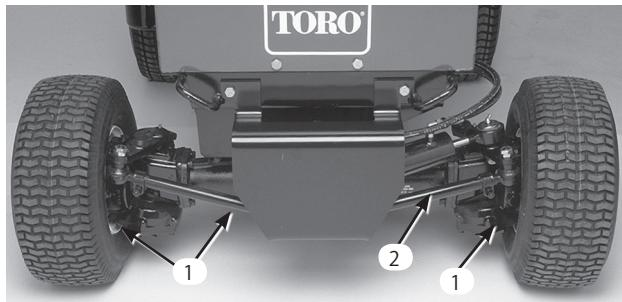

図63
2. ドレン・プラグ(図63: 3か所: 左右端部に各1個、中央に1個)の周囲をきれいにふく。
2. タイロッドのボール・ジョイントの1つをアクスルのブレケットに固定しているナットを外してボール・ジョイントをアクスルから外す(図63)。